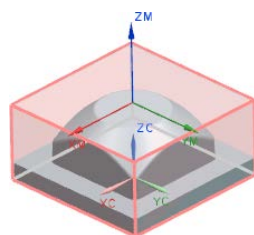

图 5.5 毛坯几何体
Step3. 单击“毛坯几何体”对话框中的  按钮，系统返回到“铣削几何体”对话框，完成图 5.5 所示的毛坯几何体的创建。